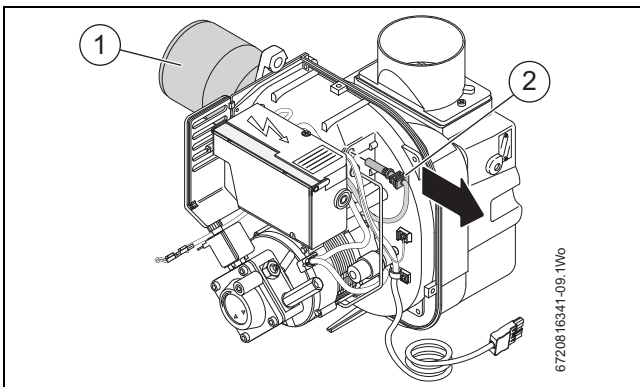

Fig. 78 Limpieza de la fotocélula
Véase la fig. 78 de abajo.
- ▶ Desmontar el cabezal de combustión [1], fig. 78 y limpiar a fondo eliminando cualquier depósito.